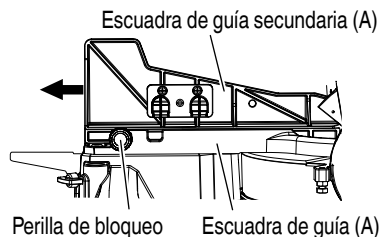

Fig. 16
Al cortar en ángulo derecho, afloje la perilla de bloqueo y deslice el tope secundario (A) hacia fuera, como se muestra en la Fig. 16.